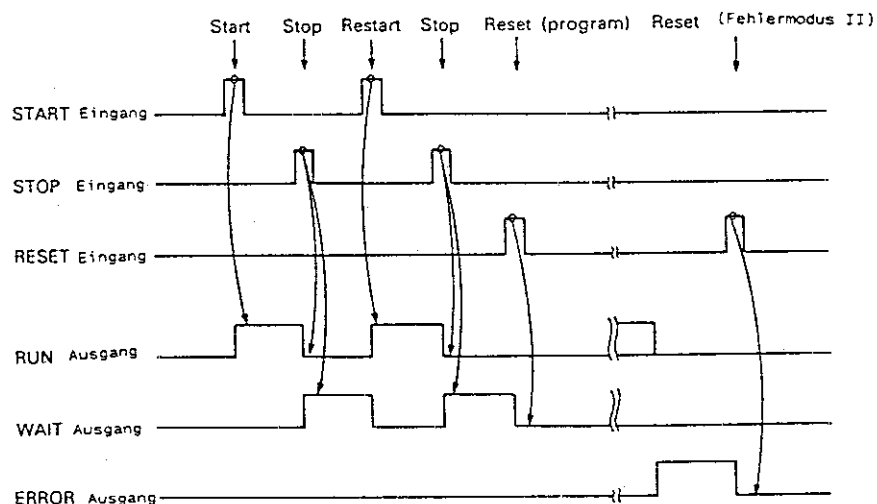

Abbildung 5.3.5 Zeitverhalten anwenderspezifischer Ein-/Ausgänge
- (3) Von den anwendungsgebundenen Ausgängen werden die Signale ausgegeben, die der Betriebsbedingung des Roboters entsprechen (RUN-, WAIT- und ERROR-Ausgaben). Diese Signale werden in jeder Einstellung ausgegeben, ob bei externem Betrieb oder Betriebsmodus durch vordere Kontrollschalter. Abbildung 5.3.5 zeigt das Zeitverhalten anwenderspezifischer Ein-/Ausgänge.